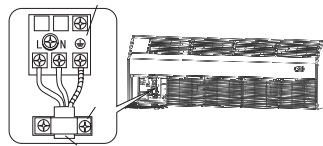

Fig.1
- Verifique a correta fixação dos cabos de alimentação e de comando. Fig. 1